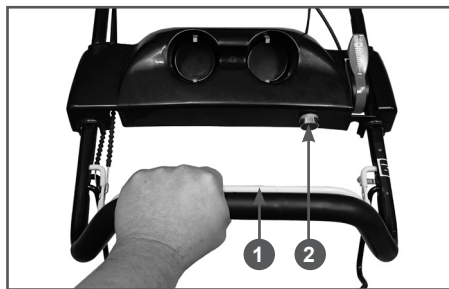

Рис. 19 Запуск двигателя
3. Встаньте позади газонокосилки. левой рукой прижмите рычаг 1 остановки двигателя к рабочей рукоятке и удерживайте его, а пальцем правой руки нажмите на кнопку 2 включения электрического стартера (Рис. 19).
4. Сразу после запуска двигателя отпустите кнопку 2 включения электрического стартера (Рис. 19).
3. Отпустите рычаг 1 остановки двигателя (Рис. 19).
Для очистки травосборника от скошенной травы (Рис. 19) необходимо: